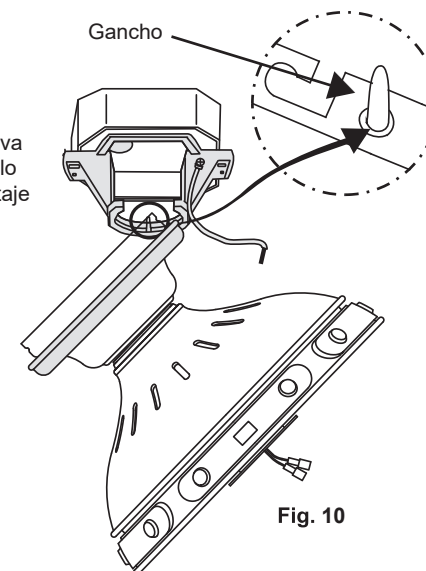

Fig. 10
Paso 2. Empuje la cubierta decorativa del tornillo de montaje hacia abajo y hacia afuera de la cubierta dejando que descansa sobre la carcasa del motor (Fig. 10) y cuelgue el ventilador en el soporte de montaje en el techo insertando el gancho en el borde interior del soporte de montaje en el techo a través de uno de los orificios para tornillos en la cubierta del techo (Fig. 10). Esto le permitira tener ambas manos libres para realizar las conexiones de cableado